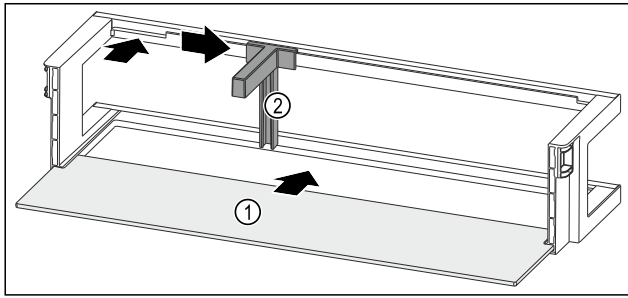

Fig. 94 Balconnet de contre-porte avec tablette de rangement
- ▶ Insérer la tablette de rangement Fig. 94 (1) dans les évidements latéraux.
- ▶ Insérer le porte-bouteilles Fig. 94 (2) dans l'évidement.
- ▶ Pousser le porte-bouteilles Fig. 94 (2) sur le côté en position souhaitée.